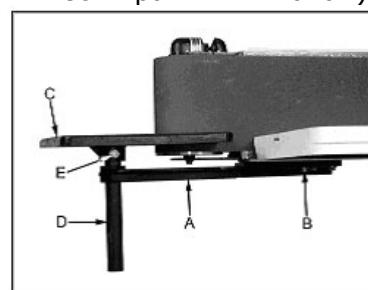

**Рис. 4**
Ослабив рукоятки (A) Рис. 4, снимите кожух шлифовальной ленты. Вытащите шлифовальную ленту и упор.